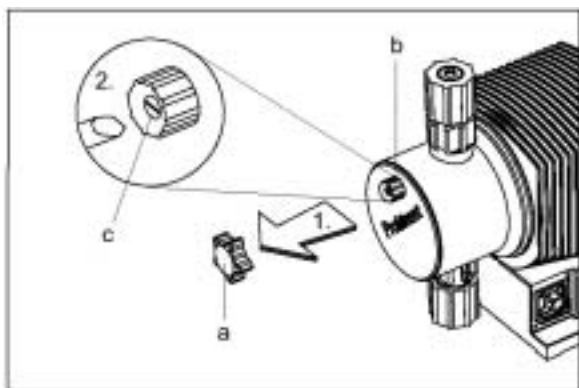

Рисунок 22
- Проверка затяжки винтов дозирующей головки (у моделей с вентилем грубой / тонкой продувки сначала удалите ручку и крышку (рисунок 22))